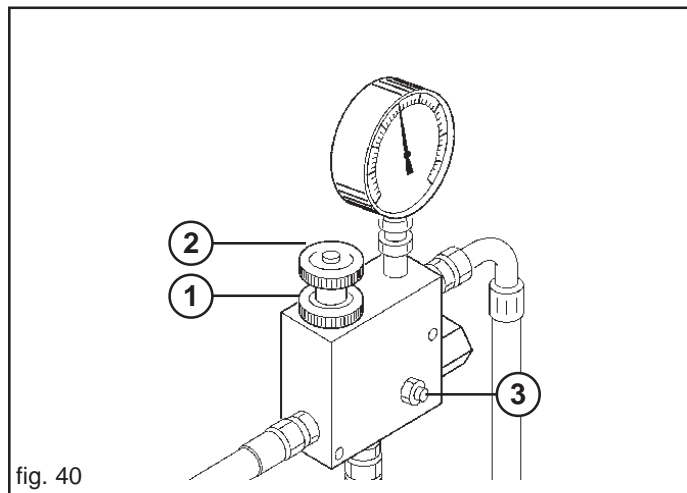

fig. 40
Se occorre aumentare il numero di giri della ventola per la distribuzione di sementi più pesanti, agire con prudenza ed attenzione nel seguente modo (Fig. 40):
- allentare il volantino (1, Fig. 40);
- ruotare in senso orario od antiorario il volantino (2, Fig. 40) per diminuire od aumentare la pressione e di conseguenza modificare i giri della soffiante.